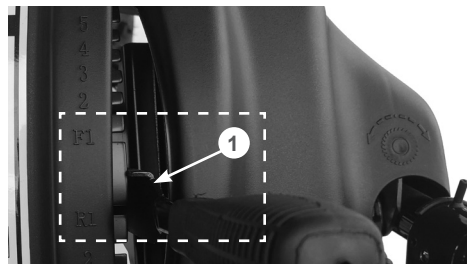

Рис. 16 Установка рычага в нейтральное положение
- установите фиксатор 1 рычага переключения передач точно посередине между положениями F1 и R1 на панели управления (между положениями первой передней и первой задней передач) (Рис. 16);